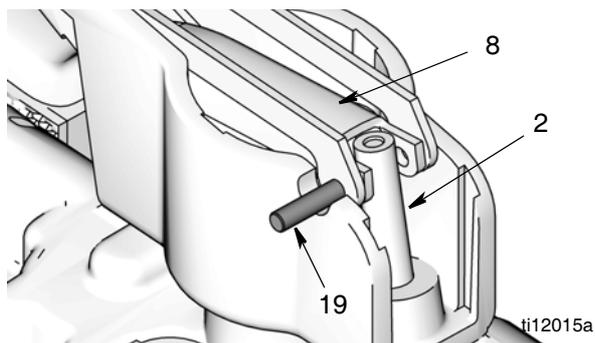

FIG. 44
4. Retourner le compteur et le mettre dans un étau. Aligner les trous de l'ensemble de la gâchette sur les trous de la tige de déclenchement (2). Utiliser la vieille tige de déclenchement ou une tige ou goupille non-métallique pour pousser la tige de déclenchement vers le haut et la sortir du boîtier du compteur (FIG. 44) suffisamment loin pour voir le trou où devra se glisser la goupille (19) ; cependant, **ne pas encore mettre la goupille durant cette étape.**
5. Mettre l'ensemble de la gâchette (8) en place (FIG. 44). Pousser la goupille (19) dans les trous de la gâchette et de l'ensemble de la tige de déclenchement.